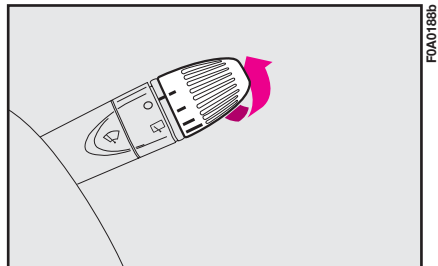

fig. 85
**1** - funzionamento ad intermittenza; su alcune versioni sono selezionabili 4 tipi di intermittenza (dalla più lenta alla più veloce **fig. 85**);